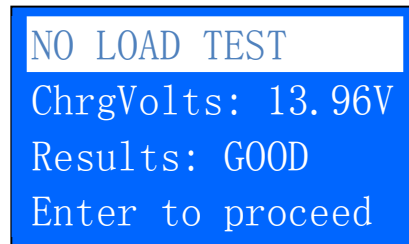

Abbildung 55
6. Drücken Sie  um die Testergebnisse anzuzeigen (Abb.55)
7. Wenn der minimale oder maximale Spannungswert nicht innerhalb des angegebenen Spannungsbereich ist, wird Ihnen die Meldung auf Abbildung 55+56 angezeigt, mit dem Hinweis ihr Ladesystem nach Fehler zu überprüfen.
8. Gehen Sie vom vorherigen Test weiter (entweder Abb. 55, 56 oder 57); zum nächsten Schritt mit , es erscheint folgende Anzeige (Abb. 58)